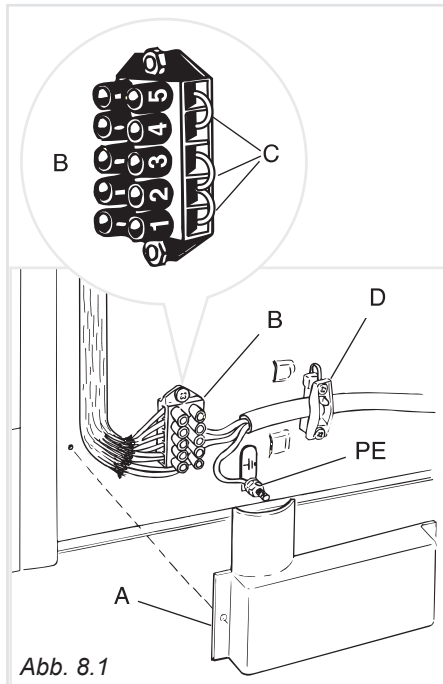
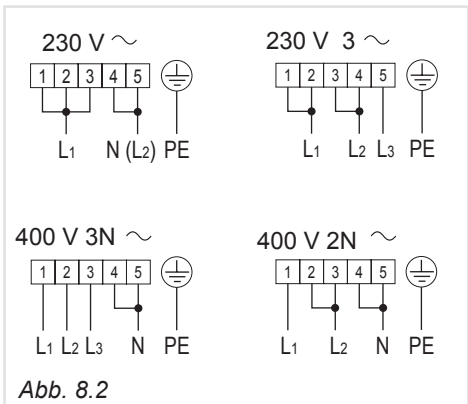

Abb. 8.1
Abb. 8.2
- Die Brücken "C" auf dem Klemmbrett "B" (Abb. 8.1) anbringen, wie im Schema 8.2 angegeben.
- Die einzelnen Phasen an das Klemm - brett "B" nach dem Schema in Abb. 8.2 und den Schutzleiter an die Klem - me "PE" (Abb. 8.1) anschließen.